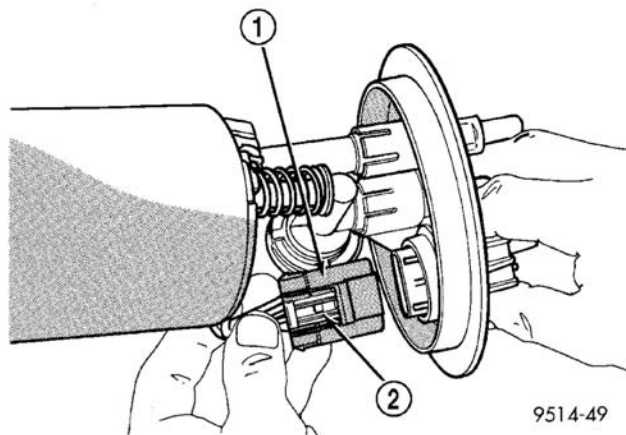

图 2 燃油油泵/液面传感器电线插接器
- (1) 压下固定座垫片，然后从燃油油泵模块电线插接器的底部拆下燃油油泵/液面传感器接头（图 2）。